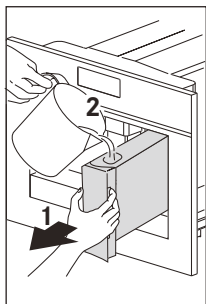
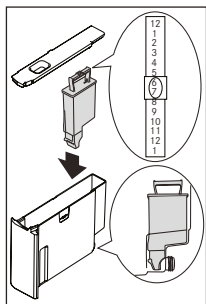

Fig. 11
Fig. 37
- Dopo 5 secondi, la macchina visualizza “RIEMPIRE SERBATOIO”: estrarre il serbatoio (Fig. 11), sciacquarlo e riempirlo con acqua fresca senza superare la linea MAX. Reinserirlo spingendolo a fondo. All'interno del serbatoio è possibile installare un filtro addolcitore (Fig. 37).